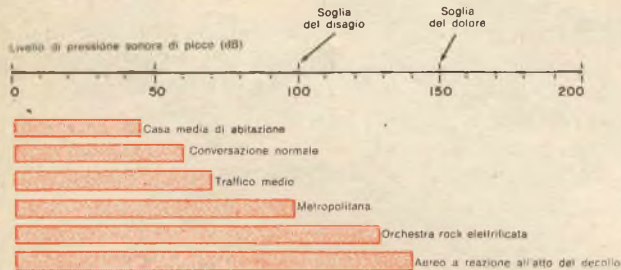

Fig. 1 - Livelli di pressione sonora di picco di una tipica orchestra rock confrontati con altri livelli di rumore.
**Il mondo del rock super amplificato** - Supponiamo di essere esposti continuamente ai livelli di pressione sonora creati da una banda militare di cento elementi, che suona fortissimi passaggi, oppure ai rumori creati da numerosi martelli pneumatici che funzionano contemporaneamente, oppure all'incessante ruggito di aerei a reazione in un aeroporto di grande traffico. La potenza acustica generata da queste sorgenti sonore corrisponde all'incirca agli altissimi livelli raggiunti dalle orchestre rock con l'aiuto di potenti sistemi di amplificazione. Nella *fig. 1* alcuni tipi di rumori sono messi a confronto con i suoni di alta intensità creati da una tipica banda rock elettrificata.